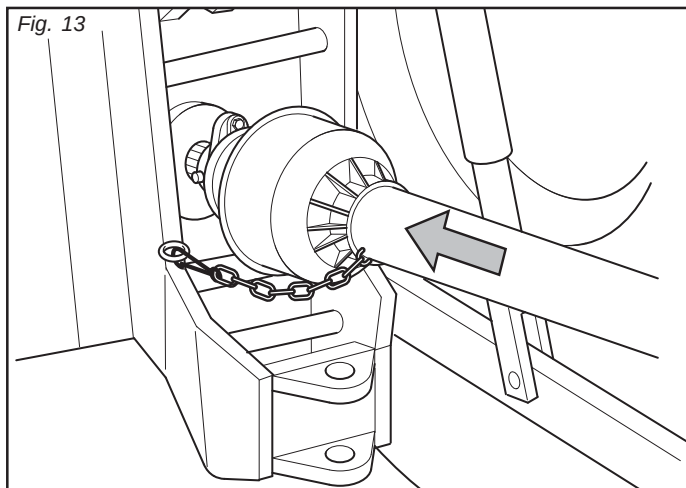

Fig. 13
- 4) Innestare l'albero cardanico e assicurarsi che sia perfettamente bloccato sulla presa di forza. Verificare che la protezione ruoti liberamente e fissarla con l'apposita catenella (Fig. 13).